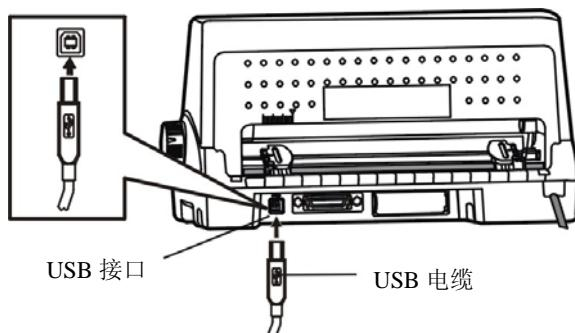
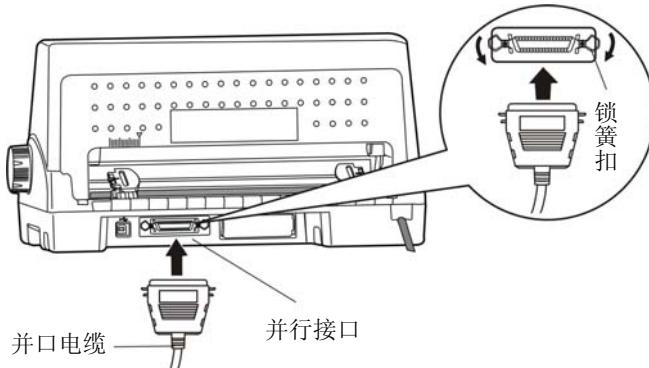
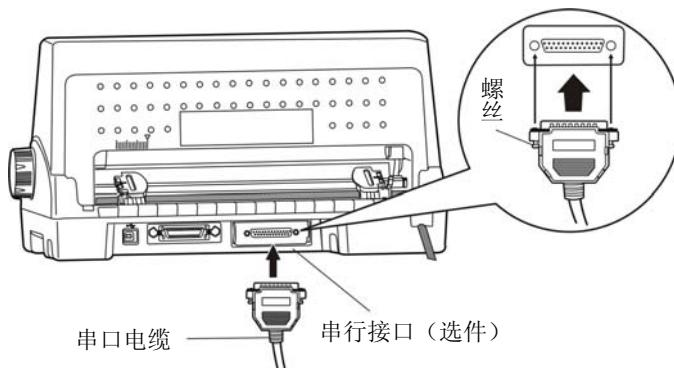
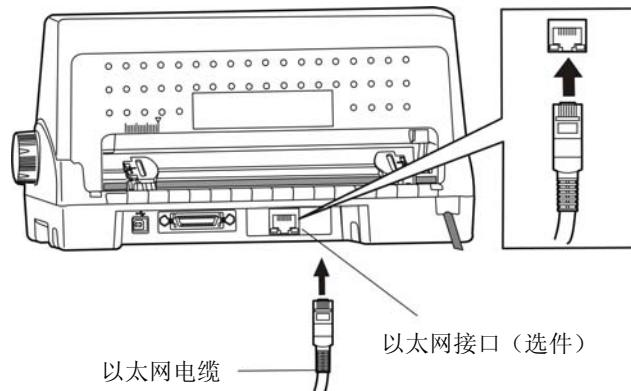

图 2-11 连接 USB 电缆
图 2-12 连接并行接口电缆
图 2-13 连接串口电缆
图 2-14 连接以太网电缆
本打印机标配 USB 接口和并行接口，可选配串行接口插件或以太网接口插件。请根据需要，用相应的接口电缆把打印机与计算机相连〔如图 2-11、图 2-12、图 2-13 和图 2-14 所示〕。
1. 将 USB 电缆的 A 端插头（方型）插进打印机的 USB 接口插座中（如图 2-11 所示）。
1. 关闭计算机与打印机的电源，将并口电缆插头连接到打印机的并行接口，扣上连接器两侧的锁簧扣，固定并口电缆（如图 2-12 所示）。
1. 关闭计算机与打印机的电源，将串口电缆插头连接到打印机的串行接口，拧紧两侧的螺丝，固定串口电缆（如图 2-13 所示）。
将以太网电缆的 RJ-45 水晶插头一端插进打印机的以太网接口插座中，另一端插头连接到局域网的接入端（如图 2-14 所示）。